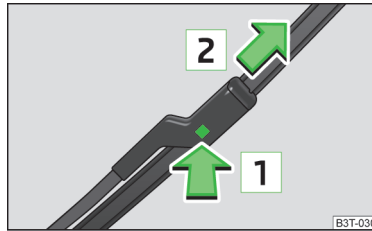

Abb. 199
- › Den Scheibenwischerarm am oberen Teil halten und die Sicherung **1** » **Abb. 199** entriegeln.